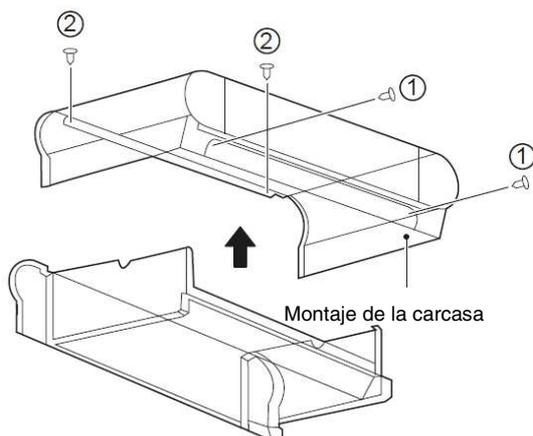

Figura 4-4 Retirada de la carcasa
- b) Retire los tornillos ①x2 y ②x2 y, a continuación, la carcasa, tal y como se muestra en la Figura 4-4.